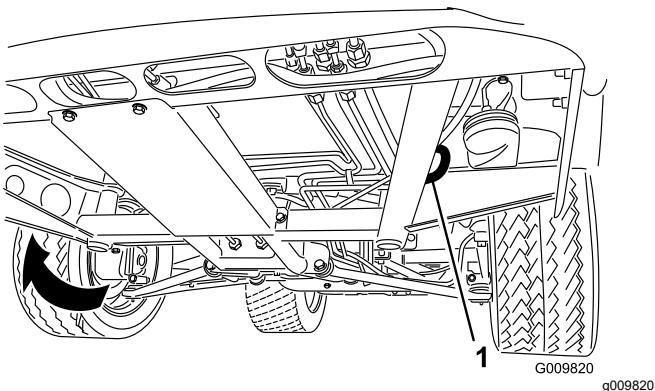
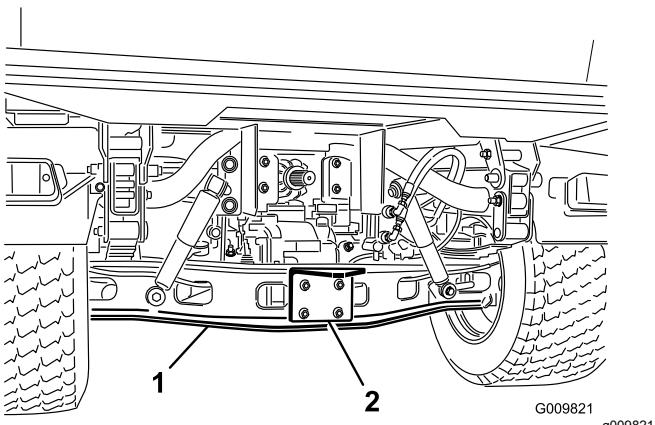

Рисунок 19
Рисунок 20
См. местонахождение точек крепления автомобиля на Рисунок 19 и Рисунок 20.
- Прикрепите буксирный трос к сцепному устройству в передней части рамы автомобиля (Рисунок 19).